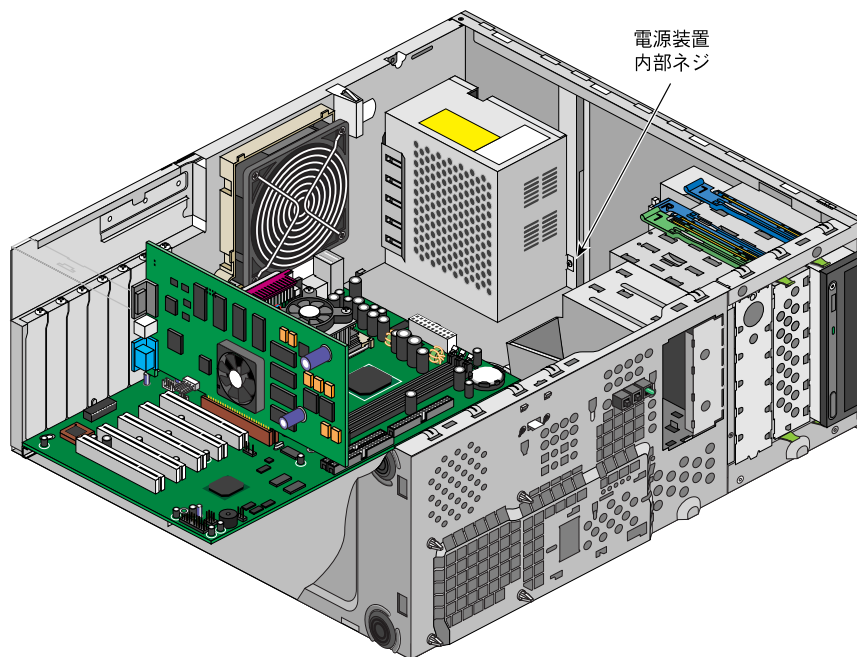

図 2-10 電源装置内部ネジの取り外し
- システムの上部パネルの内側にあるネジを取り外します。ネジの場所については、図 2-10 を参照してください。
- 図 2-10 に示す内部ネジを取り替えます。